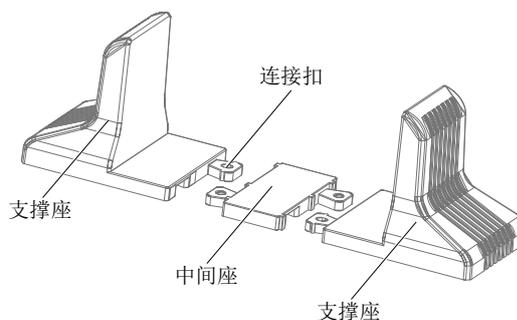

图2-7 连接支撑座和中间座
1. 从附件中取出支撑座, 将 1 对支撑座 (附件) 和 1 个中间座 (附件, 仅适用于 16kVA/20kVA 机型) 通过连接扣组装在一起, 如图 2-7 所示, 平置于安装台面上。